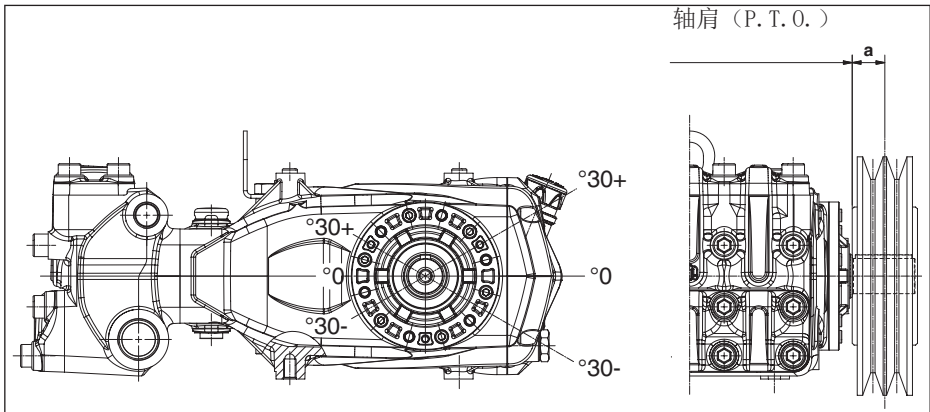

图 10
泵轴上的径向载荷不能超过4500 N（布局定义所必须的数值）。只有该载荷作用在距离轴肩（P. T. O.）的一段最大长度 $a=50 \text{ mm}$ 时，传动才被视为适当，见图 10。
b) 使用高效能皮带 – 例如*XPB*而不是*SPB* – 同样的功率传递, 使用的皮带数量会相对少, 继而相对轴肩 (P. T. O.) 的距离也会减少。图 10的“a”
e) 按照图 10指出的方向张紧皮带, 其他需求请联系 **技术部** 或 **客户服务中心**。